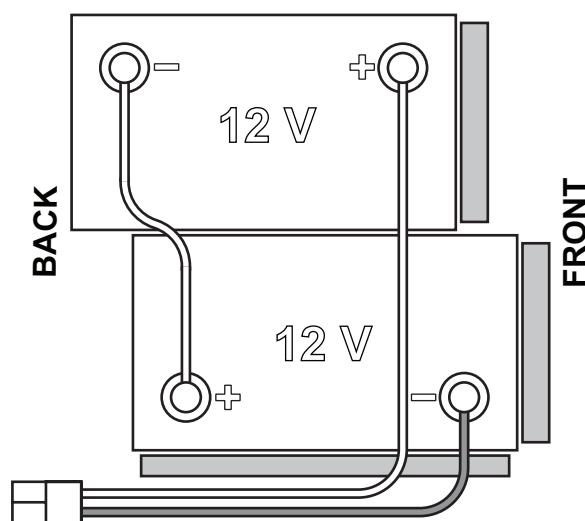

Figure 1
La machine requiert 2 batteries de 12 V, branchées selon le schéma indiqué en Figure 1.
1. Enlever la clé opérateur (52).
2. Débrancher le connecteur (9) des batteries.
3. Ouvrir le couvercle (34) et vérifier si le réservoir de l'eau de récupération (33) est vide. Dans le cas contraire, le vider au moyen du tuyau de vidange (12).
4. Fermer le couvercle (34).
5. Saisir la poignée (16) et soulever le réservoir (33) avec soin.
7. Placer et installer les câbles des batteries comme indiqué dans le schéma de la Figure 1, puis serrer soigneusement l'écrou sur chaque borne de la batterie.
8. Brancher le connecteur des batteries (9).
9. Saisir la poignée (16) et baisser le réservoir (33) avec soin.